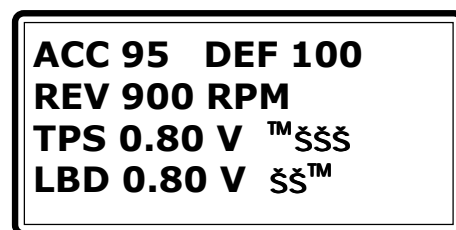

Fig. 28
- vayan en "**VISUALIZACION PARAMETROS**" (Fig. 28);